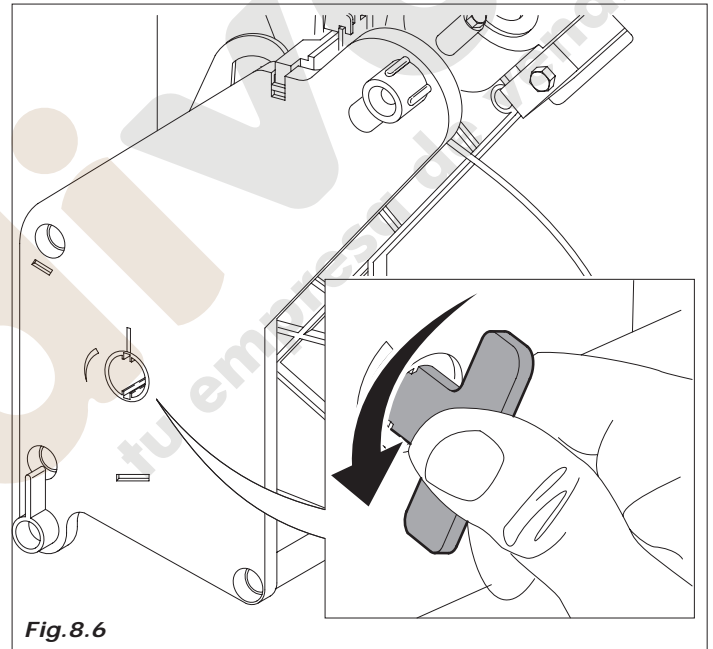

Fig.8.6
- Pimpiar los residuos de café del grupo. Este se puede extraer para facilitar la tarea (Fig.8.6)